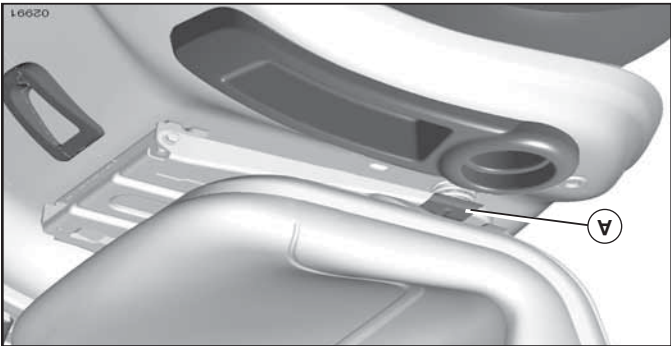

FIG. 2
- REMARQUE:** Si cette batterie est mise en service après le mois ou l'année indiquée sur l'étiquette (L) (étiquette localisée entre bornes), chargez la batterie pour un minimum d'une heure à 6-10 amps. (Voir "BATTERIE" dans la section Entretien de ce manuel).
- Ajustez le siège (Voir la Fig. 2)
**AJUSTEZ LE SIÈGE (Voir la Fig. 2)**